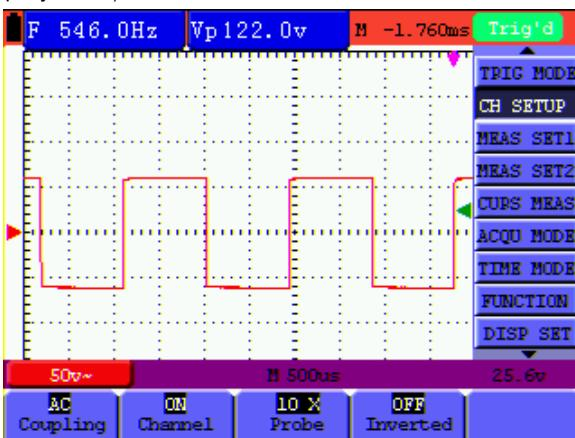

Рисунок 16. Обращение осциллографа
- Нажмите кнопку **F4**, чтобы установить значение **ON** для опции «**Inverted**». На экране отобразится обращенная осциллограмма. (см. рисунок 16)